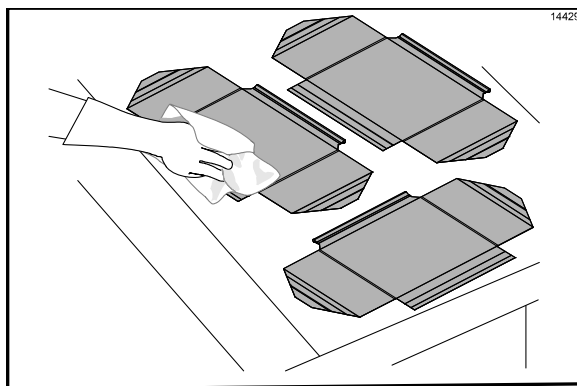

Abbildung 110
42. Beide Trennfolien beidseitig mit einem sauberen, mit Desinfektionsmittel getränktem Grilltuch abspülen. (Siehe Abbildung 110.)